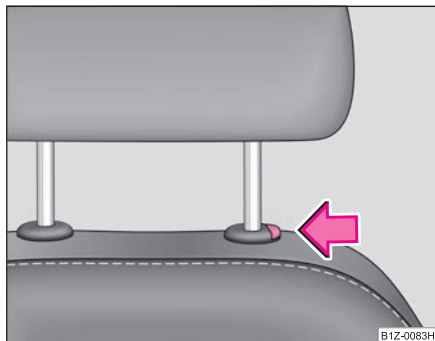

Fig. 64 Scoaterea tetierei
- Dacă doriți să deplasați în jos tetiera scaunului din față, trebuie să apăsați tasta de siguranță ⇒ fig. 64.
- Apăsați tasta de siguranță în sensul săgeții ⇒ fig. 64 și scoateți tetiera.